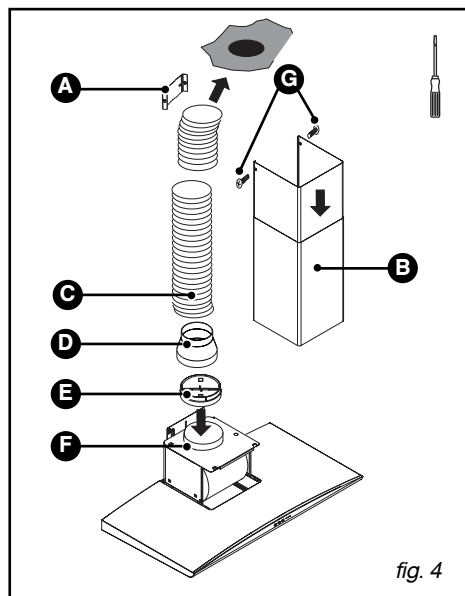

fig. 4
– Incastrare l'estremità del condotto sull'uscita motore (fig.4).
– Preparare il camino telescopico avendo cura di nascondere le prese d'aria (fig.4). Inserire i camini l'uno dentro l'altro il più possibile.
– Fissare la parte superiore del camino (B /fig.4) al supporto camino metallico (A/fig.4) con le due viti (G /fig.4).